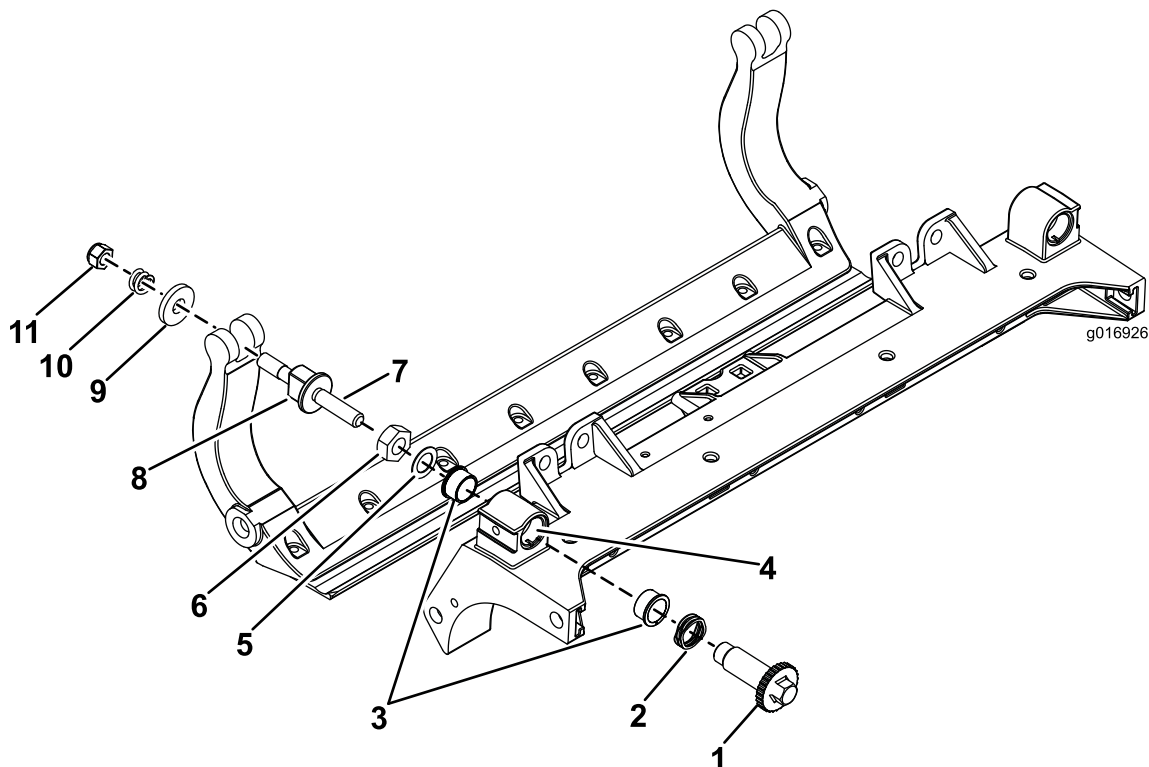

図 33
1. 全部のパーツを取り外すHD DPA キットモデル 120-7230の 取り付け要領書および図 33を参照。
2. カuttingユニットのセンターフレームのブッシュ挿入場所にネバーシーズを塗布する図 33。
3. フランジブッシュのキーとフレームのキー溝を揃えて、ブッシュを挿入する図 33。
4. アジャスタシャフトにウェーブワッシャを通し、アジャスタシャフトをCuttingユニットのフレームのフランジブッシュに通す図 33。
5. 平ワッシャとロックナットでアジャスタシャフトを固定する図 33。ホイールナットを 20-27 N-m15-20 ft-lb=0.17-0.23 kg.mにトルク締めする。
9. ベッドバーボルトとボルトについているナットとワッシャ6枚で、ベッドバーを各サイドプレートに固定する。ナイロンワッシャはサイドプレートの両側のボスに嵌め込む。その外側からスチール製ワッシャを取り付ける図 33。ベッドバーボルトを 27-36 Nm (2.8-3.7 kg.m=240-320 in-lb)にトルク締めする。左右の遊びが完全になくなって外側のスチール製ワッ